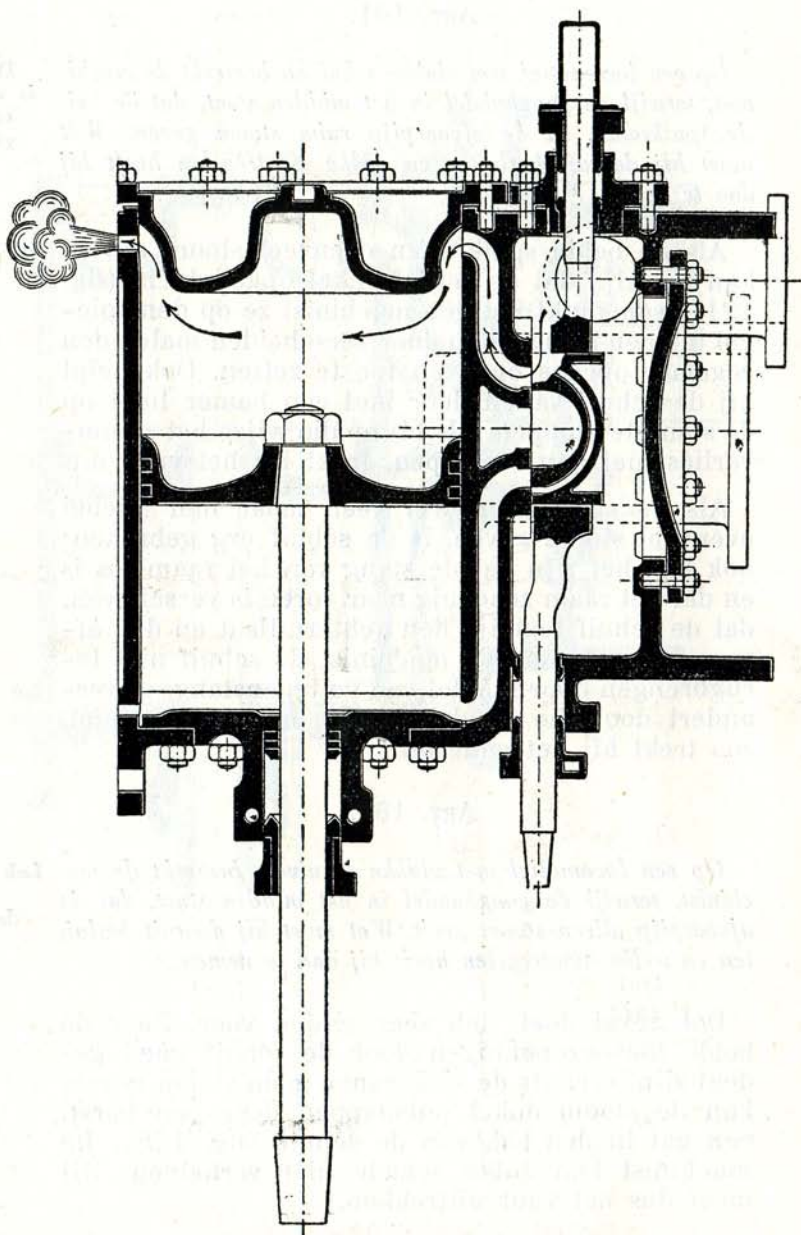

Fig. 123. — De schuif is beschadigd.
Daaruit besluit hij dat de schuif (fig. 123) of de bevestiging van de schuif aan de stang, of nog de schuifspiegel beschadigd is ; anderzijds, vermits een enkele spuikraan stoom geeft, blijft de stoom aan een zelfde zijde van den zuiger, en is de machinist zeker dat de zuiger in goeden staat is.
b) Als de schuifspiegel of de schuif zelf beschadigd is (fig. 123), zullen de andere spuikraan en soms de stoomafvoerpijp stoom geven bij sommige standen van den ganghandel.